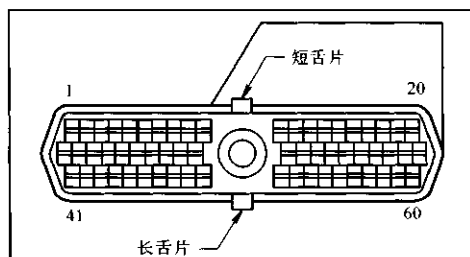

图 7-1-7 自动变速器电脑接头视图
(1)变速器电脑接头:该电脑接头,如图 7-1-7 所示;其引脚功能,见表 7-1-6。